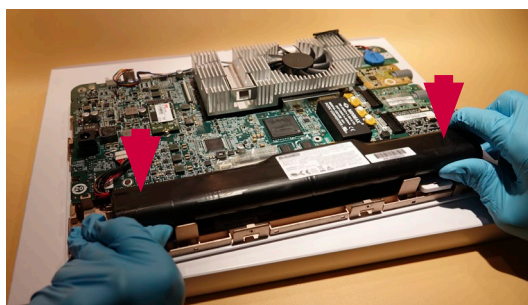

Figura 15 Colocar uma nova bateria, com a fita adesiva virada para baixo
d) Colocar a nova bateria (Figura 15)